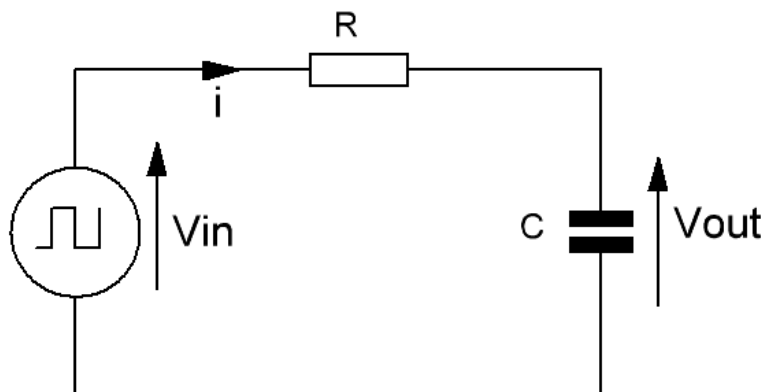

Figure 1 : Intégrateur RC
D'après le schéma électrique de la figure 1, on peut écrire les équations suivantes
D'après l'équation (2), si la condition $\omega \gg \frac{1}{RC}$, alors le montage de la figure 1 se comporte comme un intégrateur.
- Construire le montage intégrateur comme indiqué sur la figure 1, en prenant $R=20k\Omega$ et $C=10nF$, mettre le signal d'entrée sur un signal carré d'amplitude 6V et une fréquence 20kHz.